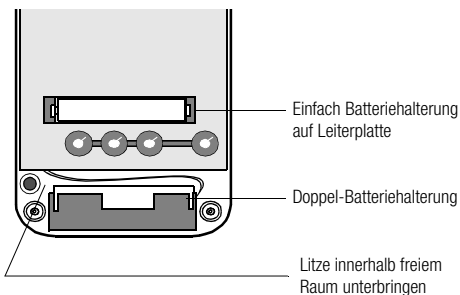

Bild 26 Batteriehalterung
- Legen Sie die Doppel-Batteriehalterung wieder gemäß Bild 26 in die Kammer des Gehäuseoberteils und achten Sie darauf, daß die Anschluß-Litzen nicht auf der Gehäusekante oder dem Bolzen mit Gewindeloch aufliegen.